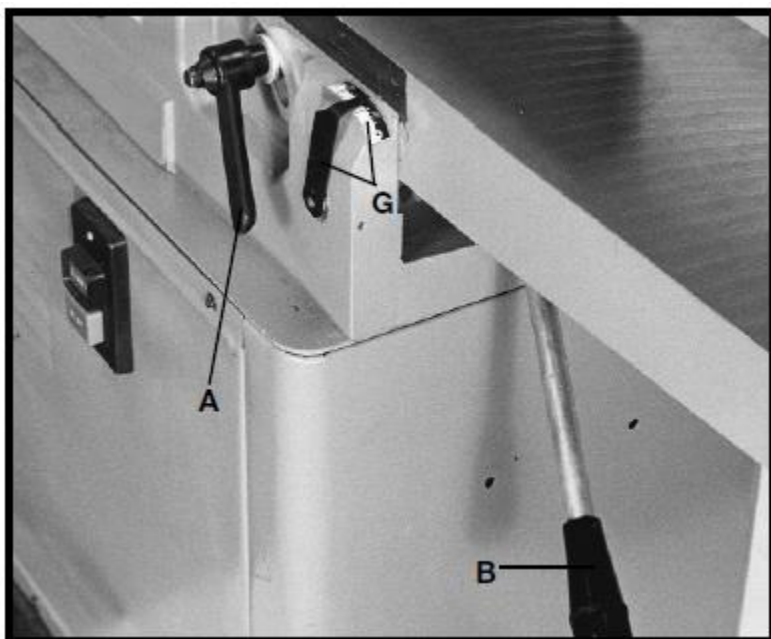

Рис. 16
Для подъёма или опускания подводного стола (рис. 3А) ослабить рукоятку фиксации стола (А), рис. 16, и переместить рычаг подъёма и опускания стола (В) вверх или вниз до установки стола в требуемое положение, затем затянуть рукоятку фиксации стола (А).
Глубину резания в зависимости от положения подводного стола (положения стола относительно окружности резания) можно считывать по указателю и шкале (G), рис. 16.